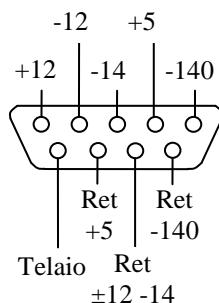

Figura 23 Pin function connettore di ingresso al sequencer
- Il connettore PS1 all'interno della BOX1 che collega gli alimentatori all'input della scheda sequencer (Tabella 1, Figura 23)